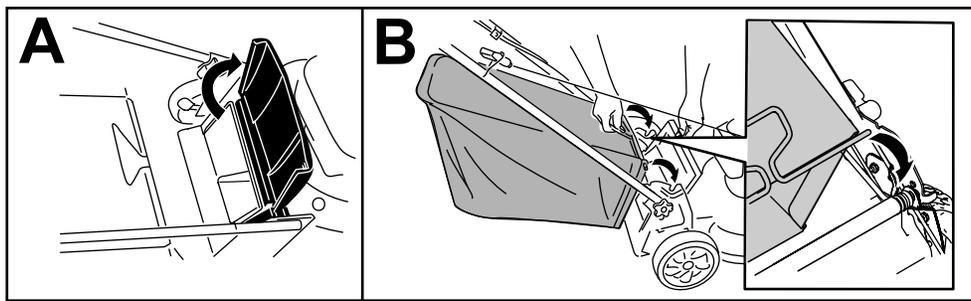

Bild 12
1. Heben Sie das hintere Ablenkblech an und halten Sie es hoch (A in Bild 12).
2. Setzen Sie den Grasfangkorb ein, stellen Sie sicher, dass die Stifte am Fangkorb in den Kerben am Holm sind (B in Bild 12).